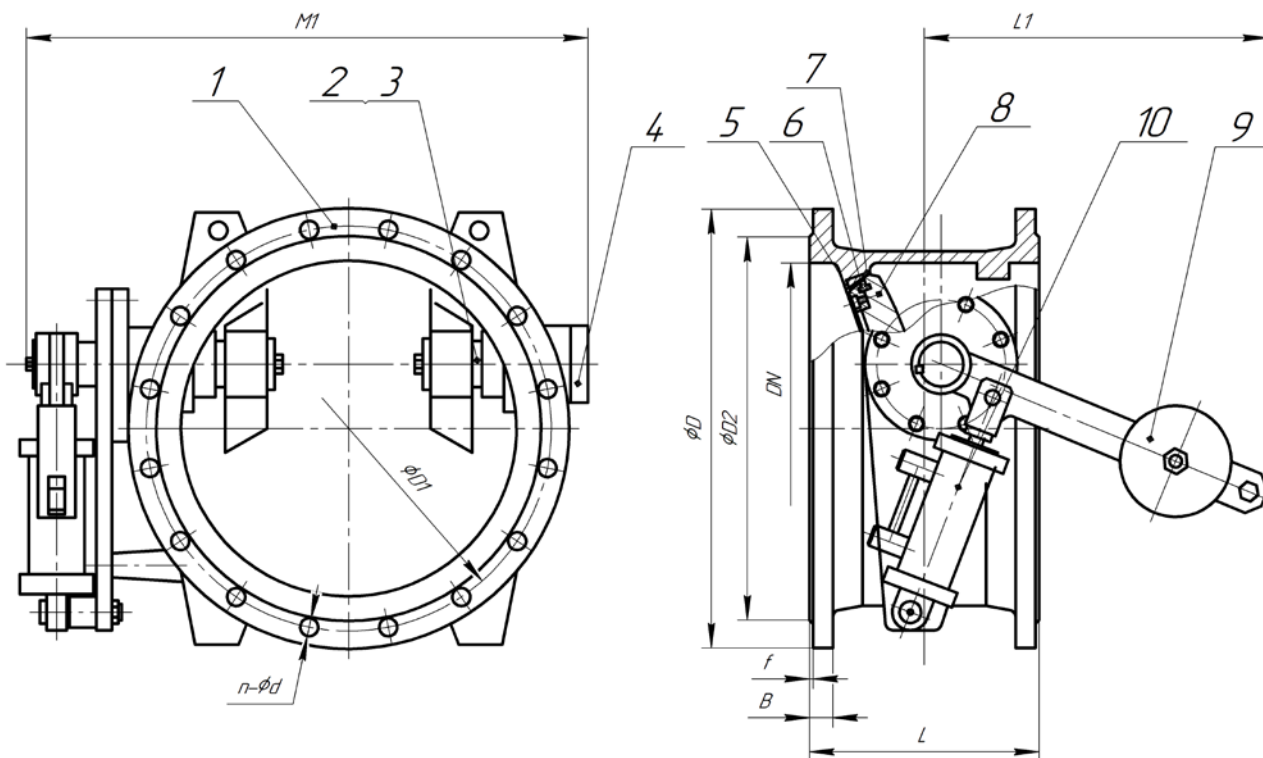

Рисунок 2. Конструкция клапана с рычагом, противовесом и гидравлическим демпфером
1.3.3. По требованию заказчика клапан может быть дооснащен гидравлическим демпфером (10). Наличие демпфера обеспечивает плавное закрытие клапана, что предотвращает гидравлические удары в системе. В условиях, где требуется обеспечить быстрое и частое открытие и закрытие клапана, использование демпфера обеспечивает защиту клапана от ускоренного износа внутренних подвижных частей (рис.2).